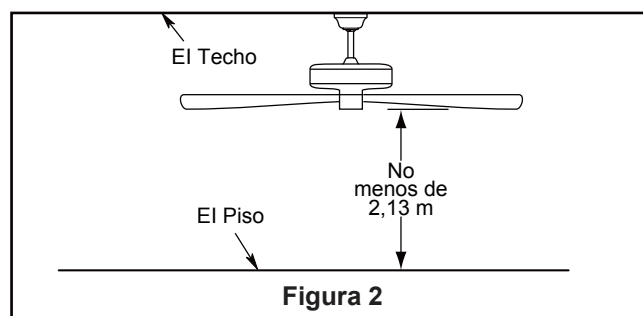

Figura 2
Uso de perfil profundo (Figura 2)
2. Retire los dos tornillos preensamblados del soporte de la varilla del ensamblaje del motor y guárdelos para volverlos a instalar en la Cómo ensamblar el ventilador de techo, paso 4. (Figura 2)
2. Retire el clip de horquilla y pasador de horquilla de la parte inferior de la bola para colgar. Retener el pasador y clip para la reinstalación en el paso 4. (Figura 2)
Debe colgar el ventilador a una distancia mínima de 2,13 m desde las aspas hasta el piso. (Figura 2)
Para evitar una posible descarga eléctrica, asegúrese de cortar la alimentación eléctrica de la caja de fusibles principal antes de alambrado el ventilador. (Figura 2)
2. Coloque y ajuste firmemente la cubierta para el tornillo de la base sobre los tornillos de reborde de la abrazadera para colgar mediante el mecanismo de seguro por giro del chavetero. (Figura 2)
2. Extraiga uno de los tres tornillos del ensamble de la placa de iluminación y guarde los tornillos para pasos posteriores. Afloje levemente los otros dos tornillos. Instale el conector 2 de pasadores desde unidad de luz LED conexión a la unidad del motor. (Figura 2)
2. Restaure la fuente de alimentación de la toma de corriente enciendo la electricidad del fusible principal. (Figura 2)